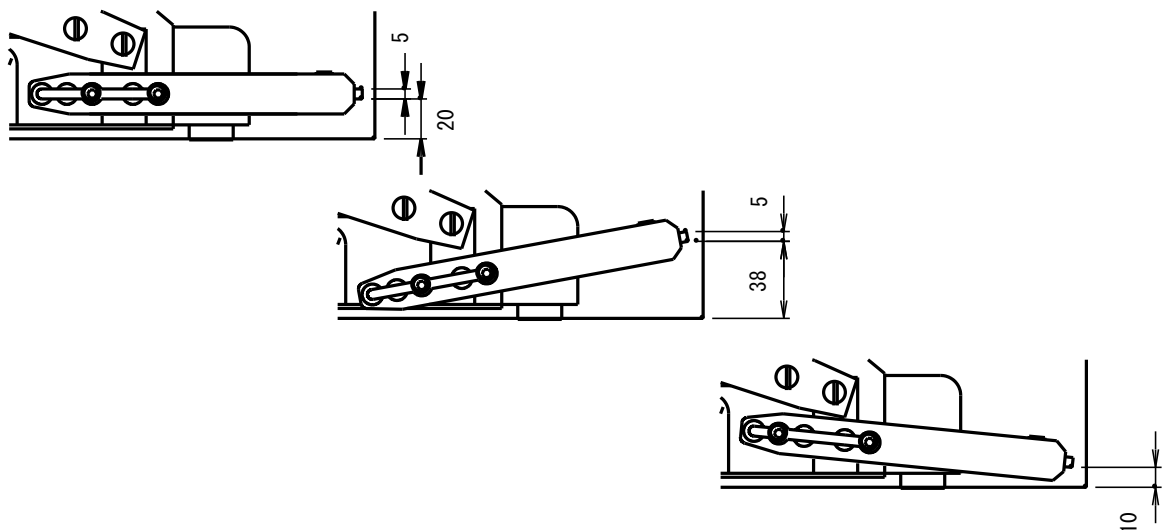

図3. ガイドローラー高さ
6. ガイドローラの高さを3段階に調整できます。(図3参照)